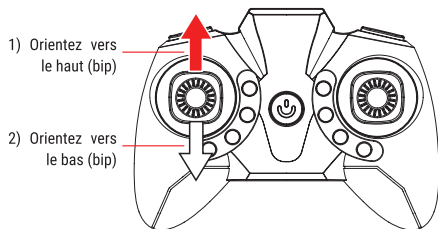

Figure 1: Appairage
3. Pour remplacer les hélices veuillez d'abord dévisser la vis située sur le rotor, au-dessus des pales. (Figure 1).
2. **Appairage:** Allumer la radiocommande en pressant le bouton ON/OFF. Pousser le joystick de gauche vers le haut (bip) puis vers le bas (bip) afin de connecter la radiocommande au drone (Figure 1).